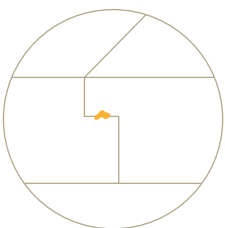

Abb. 18: Ausführungsprinzip
- ⚠ Auf der Mittellinie kann alternativ ein Falz ausgeführt werden. Es gilt zu beachten, dass allgemeine Prinzipien beim Zusammenkleben von Stößen korrekt ausgeführt werden. Die Bodendielen dürfen nie an den Längsseiten verklebt werden. Siehe Abb. 18.